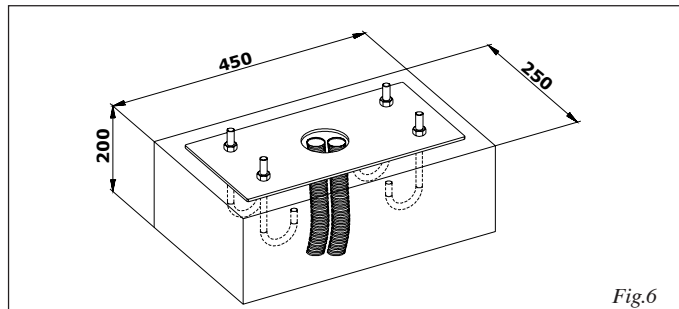

Fig.6
- réaliser une base de fondation d'après la fig.6 (référence au terrain argileux).
- sceller la plaque de fondation d'après la fig.6 en prévoyant une ou plus gaines pour le passage des câbles électriques.